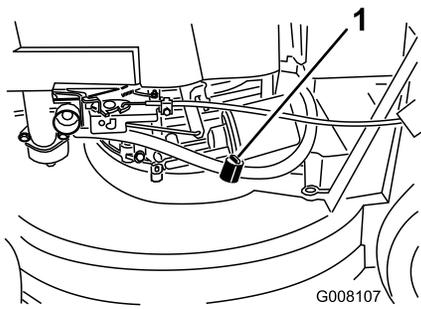

Figure 14
2. Ouvrez le robinet de carburant (Figure 14).